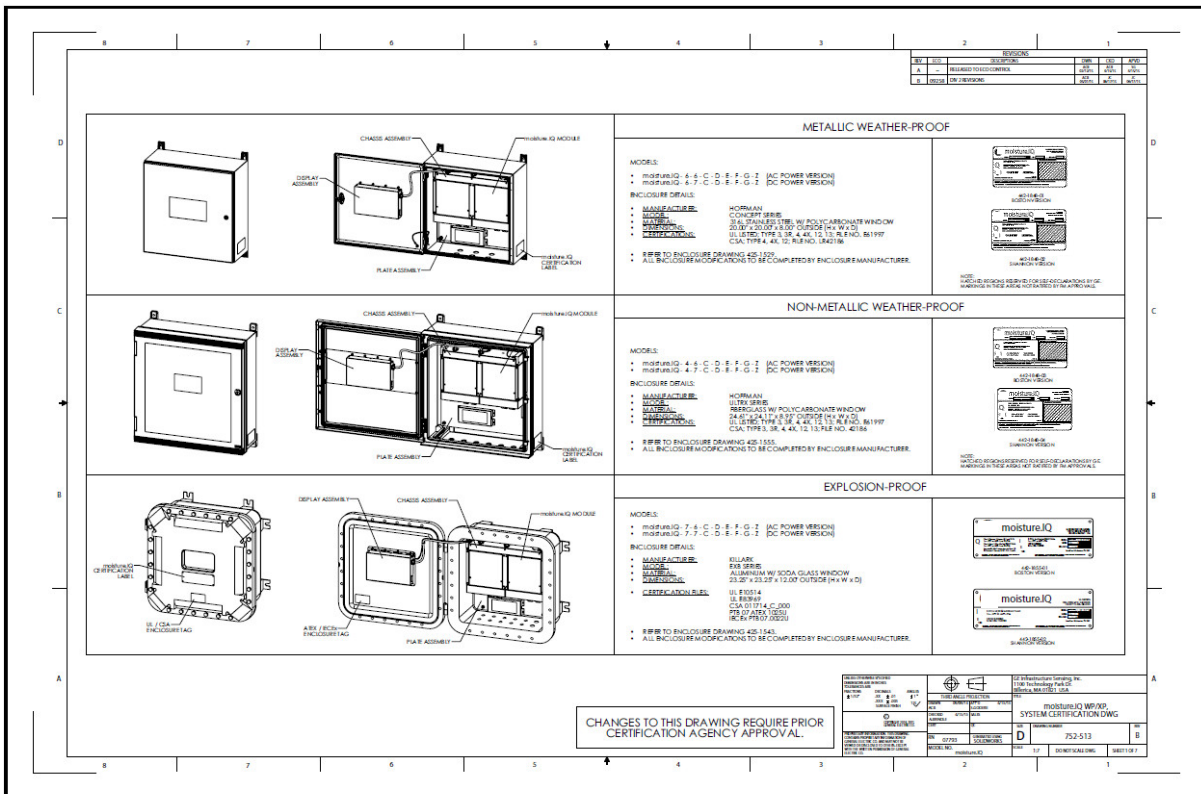
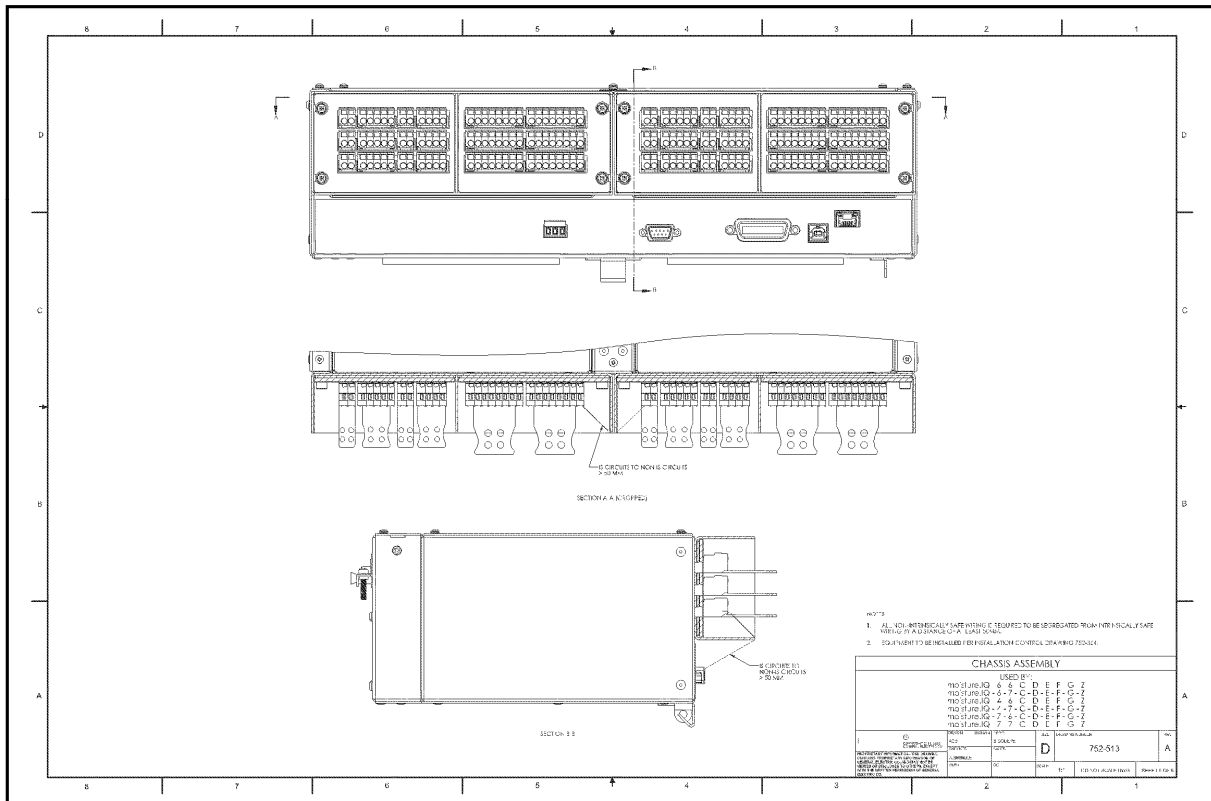

図2：耐候型／防爆型システムの認定図面（図面752-513、5枚中1枚目）
図6 : シャーシアsembly (図面752-513、5枚中5枚目)
- 設置については、管理図面 752-364 ラックマウント型/ベンチトップ型/パネルマウント型（下図1参照）、および図面 752-513 ステンレス製耐候型、グラスファイバ製耐候型、防爆型（2ページ図2から4ページ図6参照）に適合する必要があります。